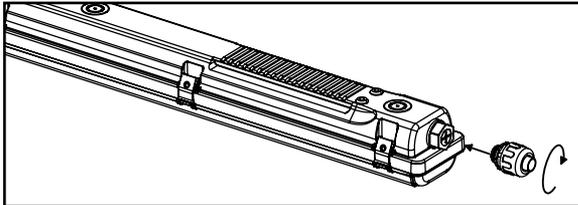

Figure 2.
2. Visser le raccord de conduit étanche à l'eau de 1/2 po (non inclus) dans le collet de raccord à l'extrémité du luminaire (Figure 2).